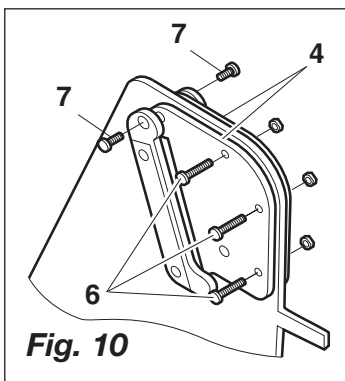

Fig. 10
- Les deux plaques de support **4** doivent être fixées au bloc centrale à l'aide de 3 vis hexagonales **6** M6 x 25 mm et écrous hexagonaux M6 ainsi qu'à l'aide de 2 vis hexagonales **7** M8 x 10 mm, voir **fig. 10**.